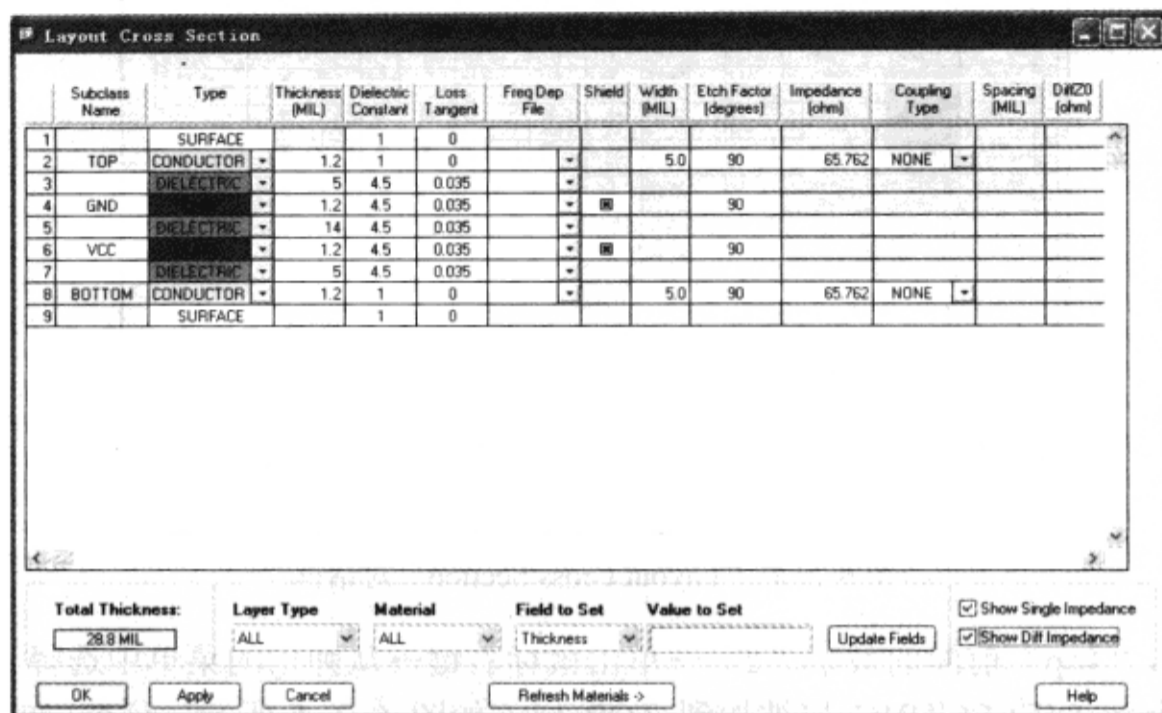

图 6-3-6 差分模式
(4) 单击数字“2” (Dielectric-CONFORMAL\_COAT) → 从弹出的菜单中选择“Remove Layer”，删除该层，阻抗又变为最初的 65.762Ω。
(5) 选中“Layout Cross Section”对话框右下角的“Show Diff Impedance”，如图 6-3-6 所示，现在激活了差分模式，TOP 的 Trace 阻抗设置为 65.762Ω，耦合类型也设置为“NONE”。“DiffZ0”栏没有显示任何值。